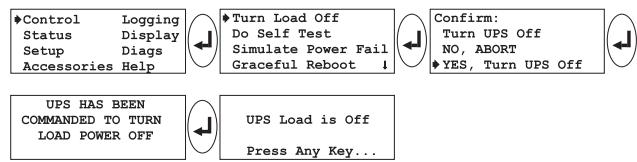

Рис. 5-26 Порядок отключения присоединенной нагрузки
- 12. Выключите присоединенную нагрузку с помощью последовательности экранов, приведенной на рис. 5-26.